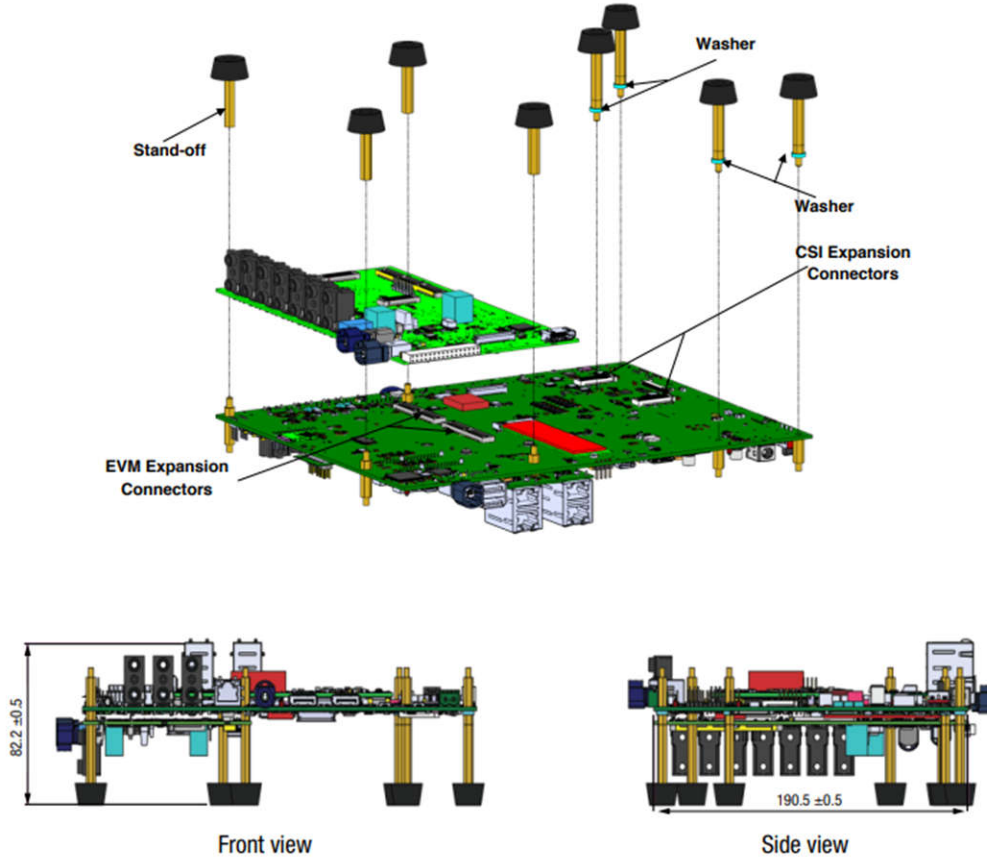

图 B-1. 将信息娱乐扩展板安装到通用处理器板上
1. 从 EVM 上卸下托脚（8 个）。将信息娱乐扩展卡与通用处理器板扩展连接器对准（请参阅图 B-1 左侧）。
3. 如果 CSI 扩展板未连接到通用处理器板上的 CSI 扩展连接器，请为通用处理器板上的四个托脚（请参阅图 B-1 右侧）各添加一个 2mm 厚的垫圈。垫圈包含在套件中。